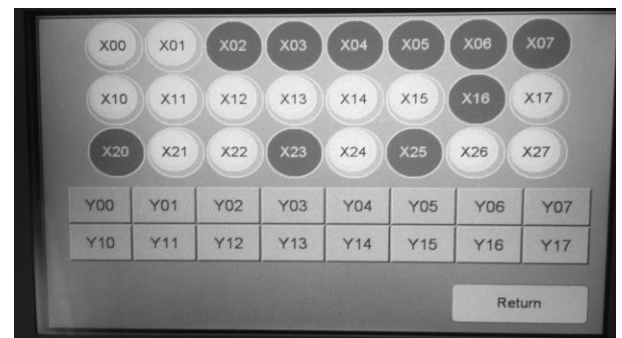

Fig. B9
8. Vous pouvez maintenant vérifier les entrées et les sorties (Fig. B9)